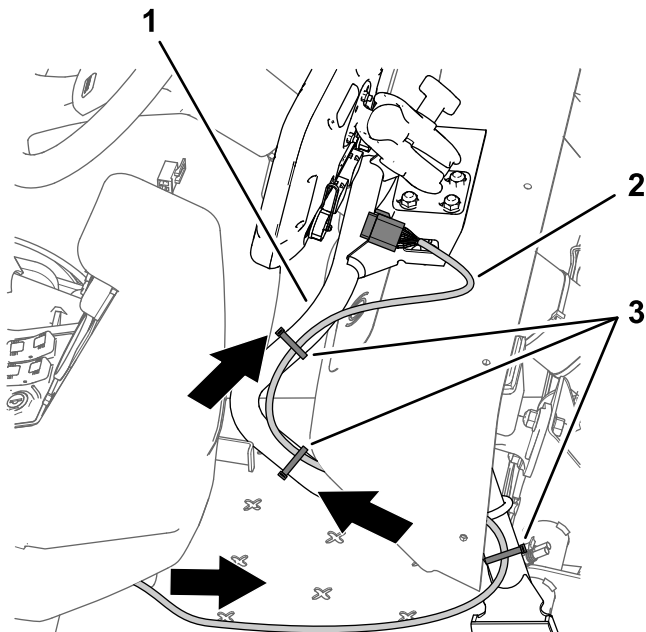

Рисунок 204
1. Проложите ответвление жгута проводов передачи данных (жгута проводов с 26-гнездовым разъемом) длиной 220 см вперед и под приборной панелью (Рисунок 204).
2. Проложите ответвление жгута проводов передачи данных длиной 220 см вдоль опорной трубы монитора (Рисунок 204)..
4. Ответвление жгута проводов передачи данных длиной 220 см должно провисать так, чтобы оператор опрыскивателя смог отрегулировать положение монитора и прикрепить жгут проводов к опорной трубе монитора с помощью кабельных стяжек, как показано на Рисунок 204.